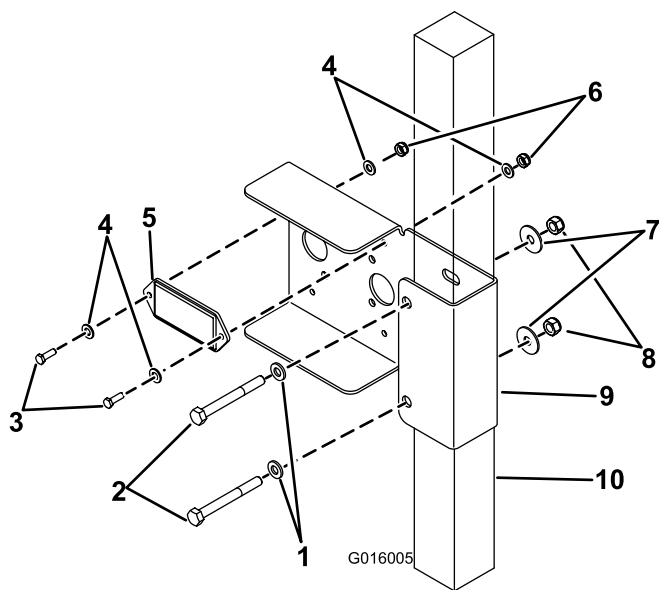

Figura 2
3. Alinee la parte inferior del soporte con la señal del ROPS. Sujete el soporte al ROPS con 2 pernos (M8 x 75), 2 arandelas (M8), 2 arandelas (5/16 pulgada), y 2 tuercas (M8) MQ (Figura 2).
- Monte el reflector en el soporte con 2 pernos (M5 x 16), 4 arandelas (M5), y 2 tuercas (M5) (Figura 2).